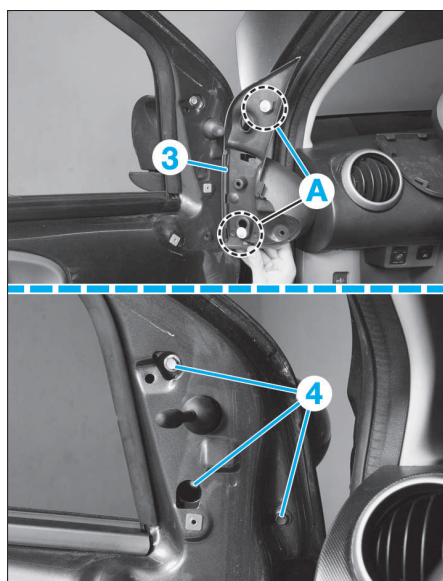

FIG. 74
- Dégrafer en (A) le support (3) (Fig.74).
- Déposer les vis de fixation (4) (Fig.74), puis extraire le rétroviseur.
- Déposer les écrous de fixation (1) (Fig.74).